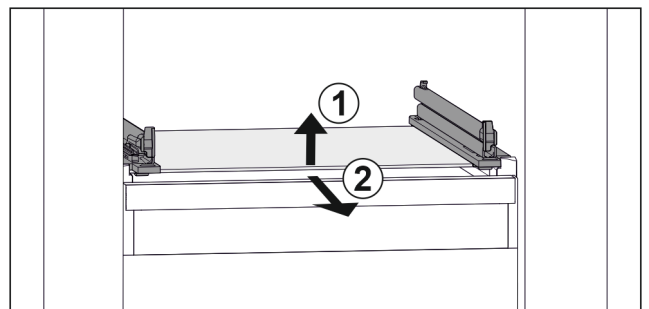

Fig. 94 Beispielhafte Darstellung der Glasplatte
- ▶ Glasplatte vorne anheben. Fig. 94 (1)
- ▶ Glasplatte nach vorne entnehmen. Fig. 94 (2)